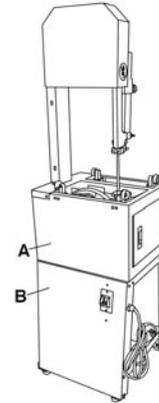

FIGURE 8
Placez la base de la scie à ruban (A) Fig.8 sur le dessus du support (B) et alignez les trous de montage. De l'intérieur du support, fixez la base de la scie à ruban au support en utilisant des boulons hexagonaux.